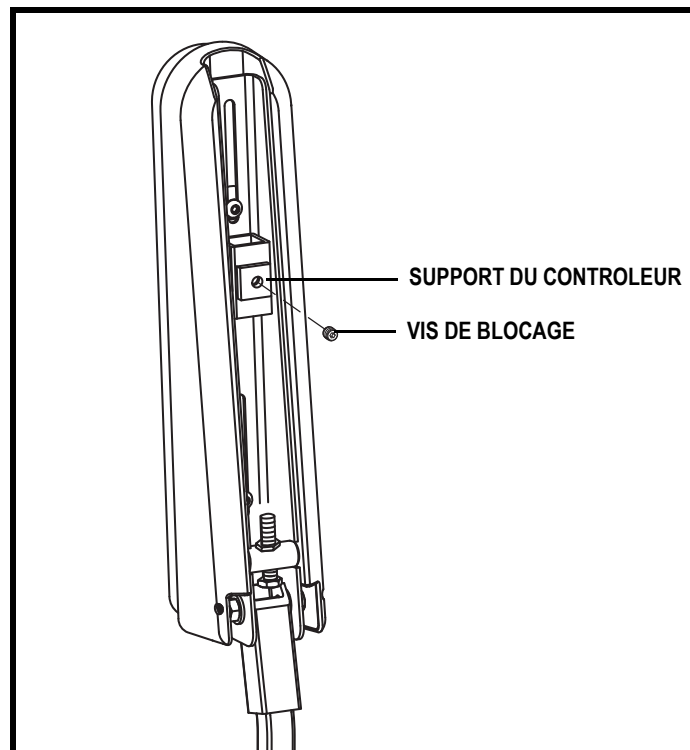

Figure 14. Dessous de l'accoudoir
2. Desserrez la vis de blocage sous l'accoudoir. **Voir la figure 14.**